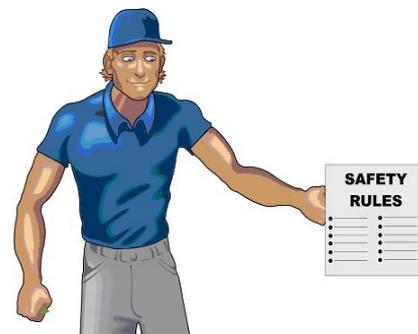

Fig.12
**In molti paesi è obbligatorio per legge che tutti gli operatori vengano istruiti sulle esatte procedure di impiego e funzionamento della pompa e sulle metodologie di sicurezza prima dell'uso (fig.12).**